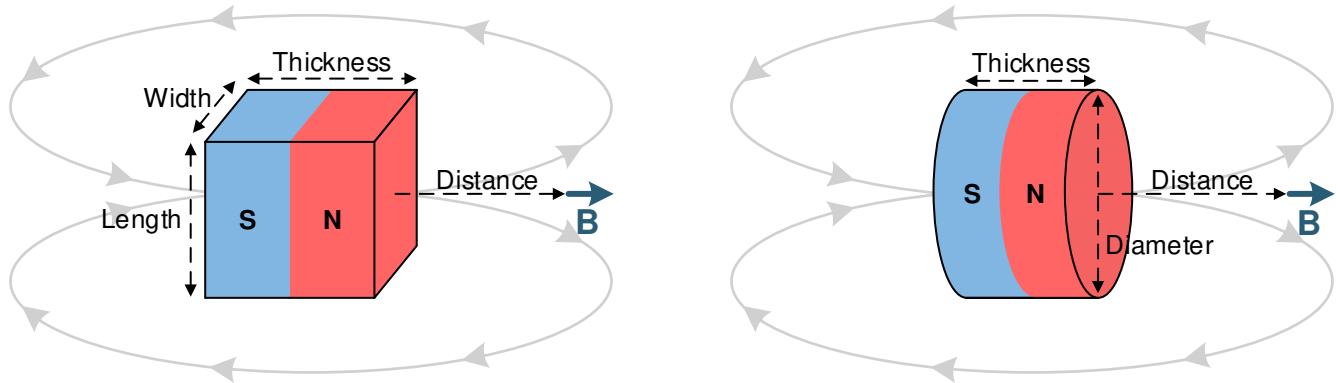

図 7-3. 長方形ブロック型と円柱型の磁石
磁石は、コスト、温度ドリフト、絶対最大温度定格、残留磁気誘導 (B_r)、飽和保磁力 (H_c) のトレードオフを持つ各種の強磁性材料でできています。磁石の B_r と寸法によって、磁石が 3 次元空間で生成する磁束密度 (B) が決まります。長方形ブロックや円柱などの単純な磁石形状の場合、磁石を中心とした特定の距離における B を解く簡単な式が存在します。図 7-3 は、式 4 および 式 5 の図を示します。
長方形ブロック型 (図 7-3 を参照) の場合、式 4 を使います。
円柱型 (図 7-3 を参照) の場合、式 5 を使います。